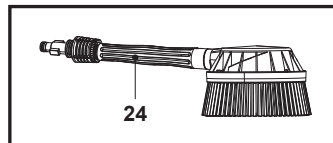

Fig. 15
El cepillo giratorio (24) puede limpiar las superficies de forma eficaz sin llegar a ser agresivo. Es ideal para su uso en vehículos, ventanas y muebles de jardín. Al combinar la presión del agua con la acción del cepillo, actúa de manera eficaz contra la suciedad sin llegar a dañar las superficies (Fig. 15).